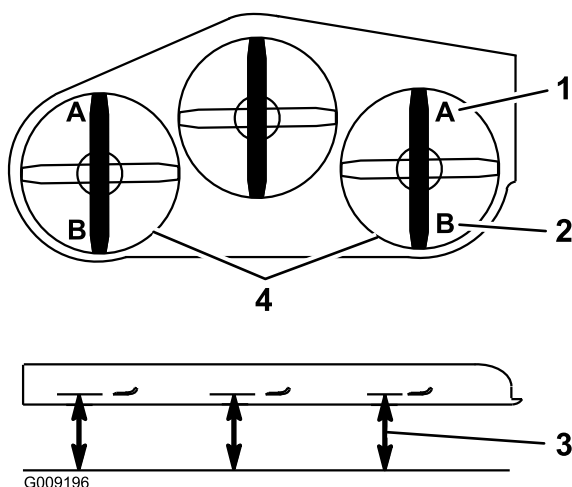

**Figure 90**
5. Enfoncez la pédale de levage du tablier de coupe au maximum pour verrouiller le tablier à la position de transport de 14 cm (5,5 po) (Figure 90).